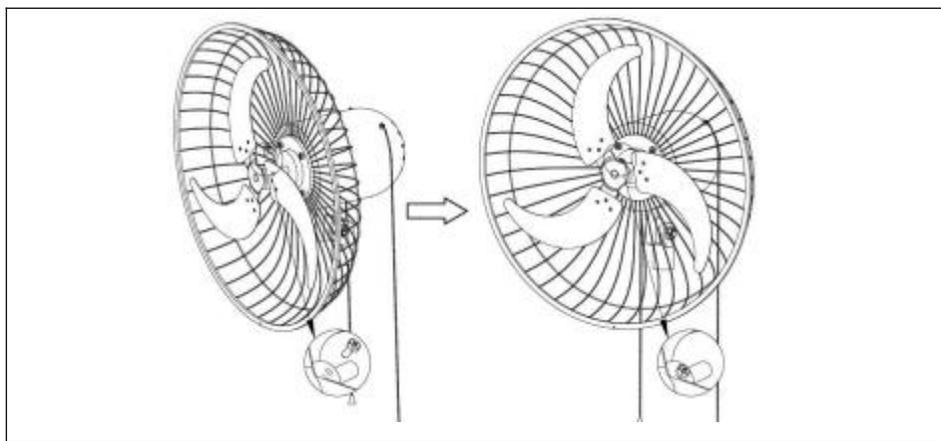

Fig.6 .
2) Installez la pale du ventilateur (15) sur l'arbre du moteur, puis verrouillez la vis de la pale (14). Voir la (Fig. 6).